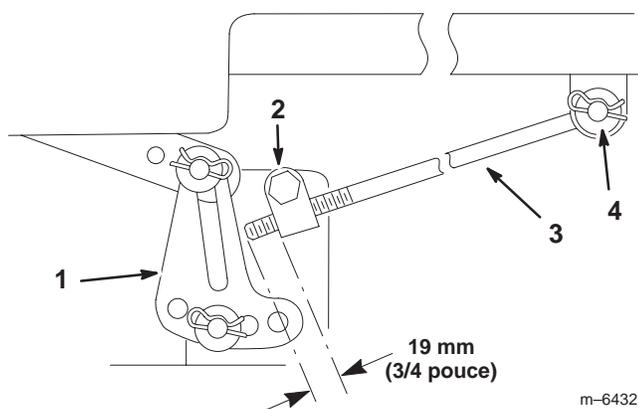

Figure 41
5. Mesurez la longueur de tige qui dépasse du bloc de réglage sur les côtés du châssis (Fig. 41).
6. Si la longueur n'est **pas** égale à 19 mm (3/4 pouce), retirez la goupille fendue et la rondelle de l'extrémité de la tige (Fig. 41), puis vissez ou dévissez la tige jusqu'à obtention de la longueur requise (19 mm / 3/4 pouce).